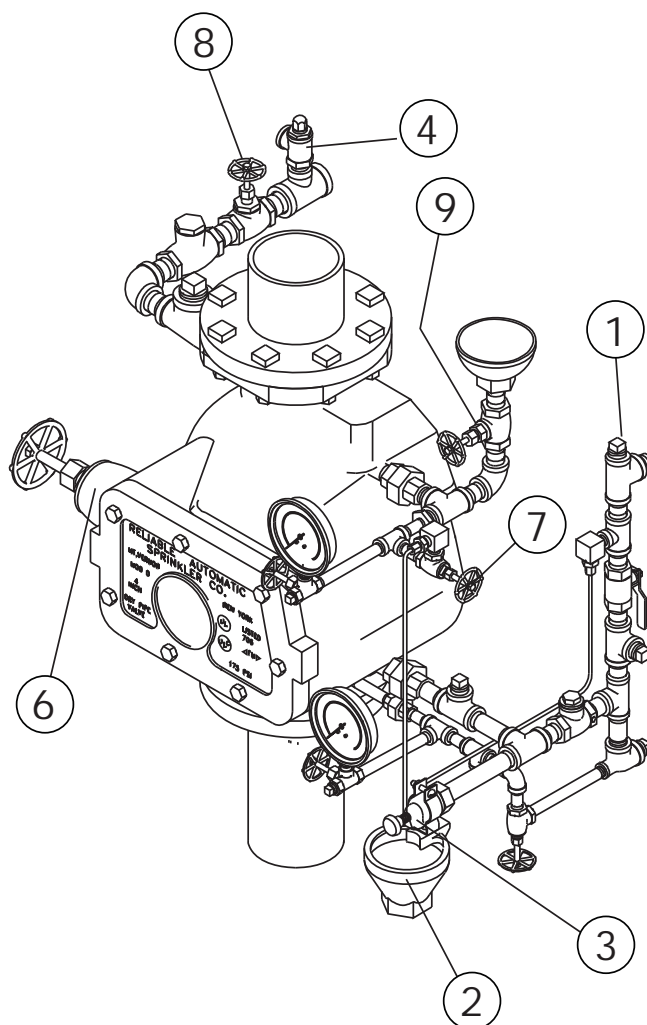

Рис. 2
- Слить воду из системы через главный дренажный клапан (Рис. 2).
- Открыть шаровой клапан (Рис. 2), нажать кнопку возврата и повернуть по часовой стрелке, пока не услышите, что заслонка закрылась.
- Открыть клапан (Рис. 2). Через воронку наполнить клапан водой до тех пор, пока вода не потечет в воронку через открытый клапан, что свидетельствует о том, что клапан заполнен до нужного уровня. Закрыть клапан. Если вода продолжает течь из шарового клапана — это означает, что резиновое уплотнение не на месте. Для устранения этой неисправности вернуться к шагу 5.
- Открыть клапан (Рис. 2) и впустить некоторое количество воздуха внутрь спринклерной системы. Закрыть клапан. По очереди открыть все дренажные клапаны (см. шаг 3), чтобы слить воду из всех точек системы. Закрыть дренажные клапаны после осушения системы и установить заглушки в выпускные отверстия клапанов.
- Открыть клапан (Рис. 2) и впустить достаточное для удержания крышки клапана закрытой количество воды. Закрыть клапан, когда необходимое давление будет набрано. Воздушное давление регулируется крышкой на предохранительном клапане.